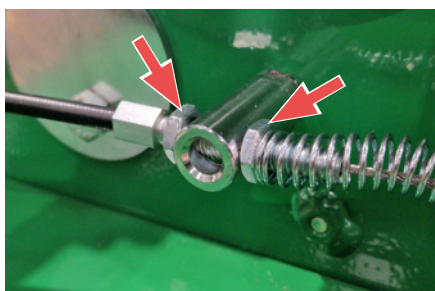
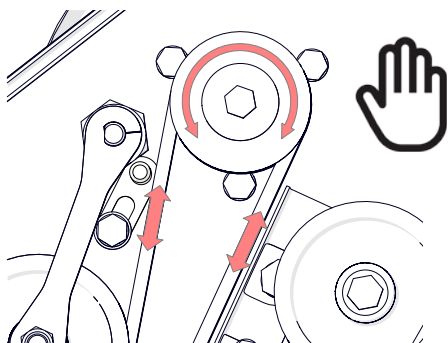

Fig. 16F – Ajuste a tensão apertando as porcas conforme necessário.
Fig. 16G – Verifique se a tensão é a correta ao mover manualmente a polia.
- iv. Aciona a alavanca de corte — a polia de tensionamento entrará em contacto com as correias e colocá-las-á sob tensão. Ajuste as duas porcas do cabo para aumentar ou diminuir a tensão das correias (Fig. 16F). Rode a polia superior (à mão); as correias devem mover-se livremente e fazer girar a polia inferior em conformidade (Fig. 16G). Quando a alavanca de corte está desengatada, a polia de tensionamento fica "apoiada" nas correias e não exerce qualquer tipo de pressão firme (o movimento da polia não faz com que a correia se mova).